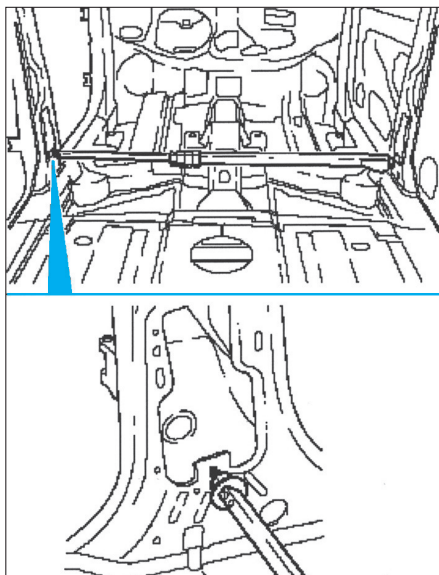

FIG. 45
- Entre les montants (inférieur) : 1369 mm (Fig.45).